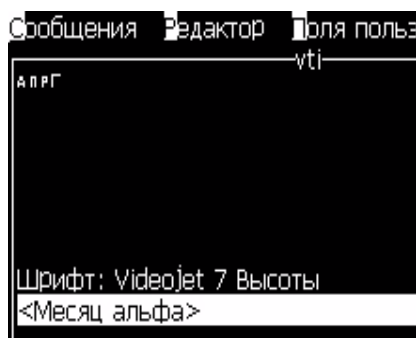

Рисунок 5-18: Пользовательское поле - "Alpha Month" (месяц альфа)
- 2 Выберите необходимое Вам пользовательское поле, и нажмите кнопку "Enter" (ввод). Например, поле "Alpha Month" (месяц альфа) отображено на Рисунок 5-18.